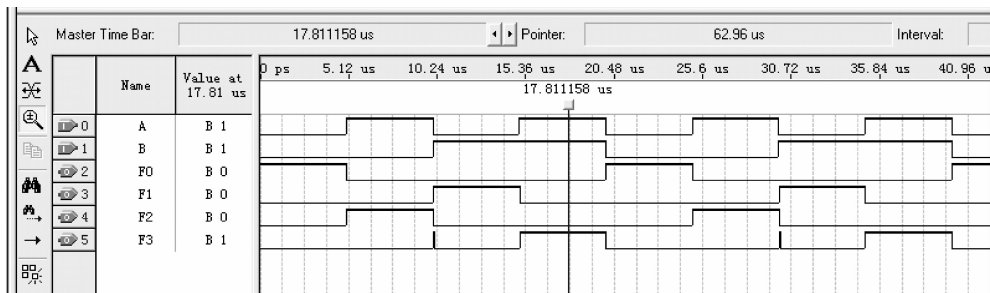

图 3-68 2-4 译码器仿真结果
(6) 启动仿真器。所有设置完毕,在选择主菜单 Processing→Start Simulation,或者单击 Quartus II 工具栏上的  按钮,开始仿真,直到出现 Simulator Was Successful,仿真结束。
(7) 观察仿真结果。仿真波形文件 Simulation Waveforms 窗口通常会自动弹出,如图 3-68 所示。如果不小心关闭了 Simulation Waveforms 窗口,可以重新启动仿真器,或者选择主菜单 Processing→Simulation Report,打开仿真波形报告文件。注意,Quartus II 的仿真波形文件中,波形编辑文件(\*.vwf)与波形仿真报告文件(Simulation Report)是分开的。如果在启动仿真(Processing→Run Simulation)后,并没有出现仿真完成后的波形图,而是出现文字“Can't Open Simulation Report Window,”但报告仿真成功,则可自己打开仿真波形报告,选择主菜单 Processing→Simulation Report。